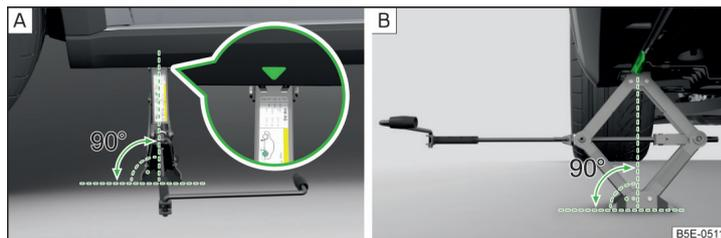

Abb. 198 Wagenheber ansetzen
- › Die Grundplatte des Wagenhebers mit ihrer gesamten Fläche auf einem geraden Untergrund abstützen und sicherstellen, dass sich der Heber in senkrechter Position zum Aufnahmepunkt befindet » Abb. 198 - [A].
- › Den Wagenheber unter dem Aufnahmepunkt mit der Kurbel so weit hoch drehen, bis seine Klaue den Steg umfasst » Abb. 198 - [B].